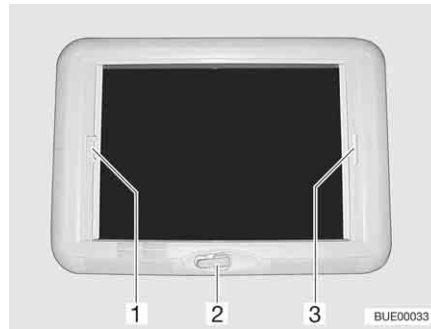

Fig. 93 Lanterneau à manivelle
- Tourner la manivelle (Fig. 93,2) jusqu'à ressentir une résistance (angle d'ouverture max. 70°).
- Tirer la poignée du dispositif occultant plissé (Fig. 93,3) et le relâcher lorsqu'il a atteint la position voulue. Le dispositif occultant plissé reste alors à cette position.
- Tirer la poignée de la moustiquaire (Fig. 93,1) et le relâcher lorsqu'il a atteint la position voulue. La moustiquaire reste alors à cette position.